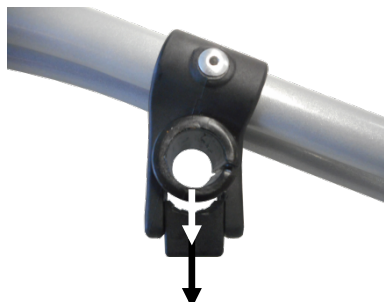

Bild 4: Füllstück und Hülse entfernen
- Nehmen Sie das Füllstück und die Hülse aus den Befestigungssockeln heraus (Bild 4).